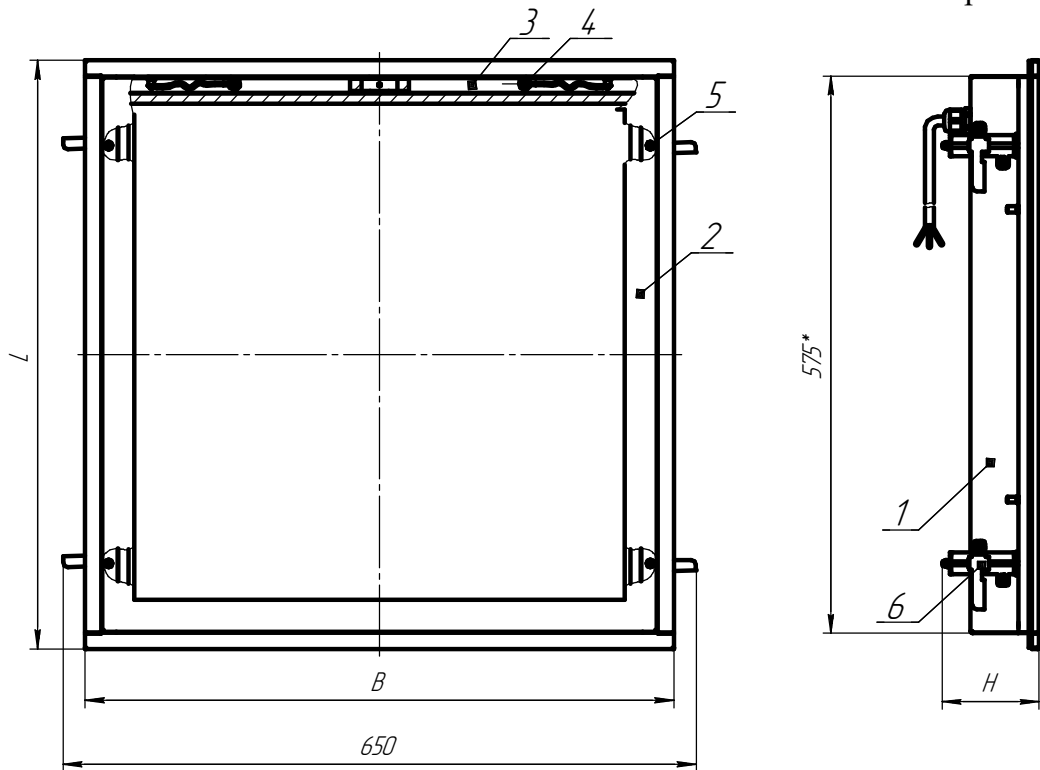

Рис.1 Общий вид светильника.
4.1 Светильник состоит: из корпуса в сборе поз.1, в котором размещена электрическая схема; обечайки декоративной поз.2, обечайки в сборе поз.3 которая закреплена на корпусе в сборе при помощи фиксирующих винтов поз.4 и подвесов поз.6 рисунок 1.
6.3. Снимите декоративную обечайку поз.2 рисунок 1
6.12. Снимите декоративную обечайку поз.2 рисунок 1